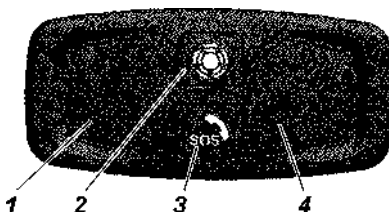

Рис. 3.15. Блок интерфейса пользователя:
-блок интерфейса пользователя (БИП) с кнопкой «SOS» 3 (рис. 3.15) находящийся на внутренней части крыши салона;